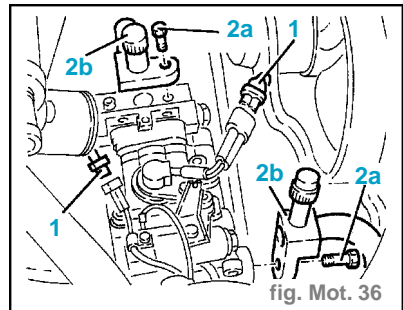

fig. Mot. 36
- Déconnecter le raccord électrique (1) du compresseur de la climatisation. (fig. Mot. 36)